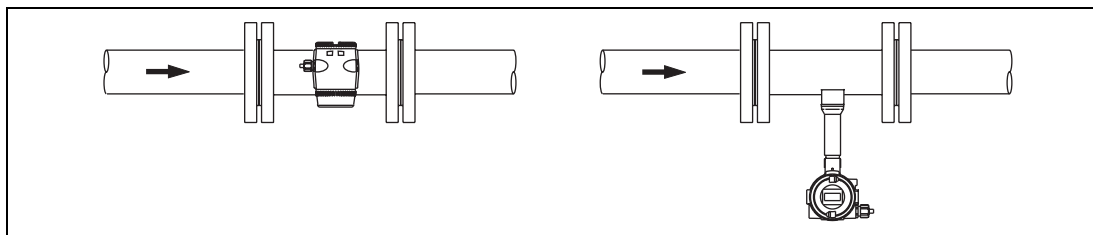

Abb. 11: Installation bei hohen Messstofftemperaturen $> 150^{\circ}\text{C}$
- **bei hohen Messstofftemperaturen (> 150 °C), der Durchflussaufnehmer so eingebaut wird, dass das Elektronikteil seitlich oder nach unten ausgerichtet ist (Abb. 11).**